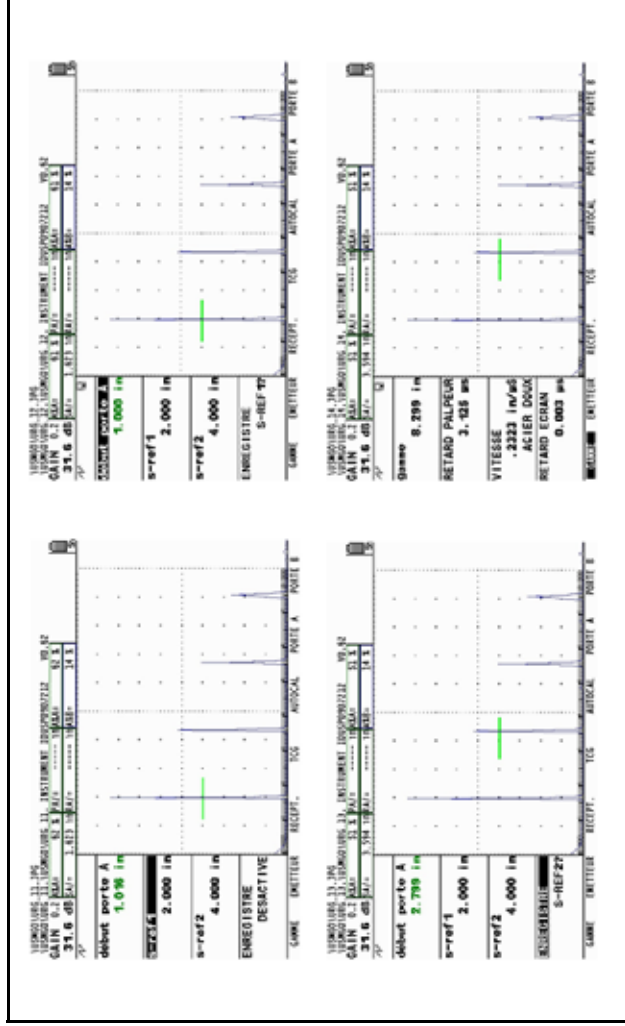

Figure 14: Procédure de calibrage automatique
Remarque : *Tout en suivant les instructions incluses dans cette section, référez-vous à Figure 14 en page 56.*
4. Appliquez le couplant et couplez le palpeur à l'étalon de calibrage **le plus fin**. Avec la fonction DÉBUT A mise en surbrillance, appuyez sur la Bouton de fonction ou déplacez le joystick () déplace le point de départ de la porte A jusqu'à ce que l'écho correspondant à l'épaisseur de l'étalon le plus fin se trouve dans la porte A (voir Figure 14 en page 56). Les ajustements grossiers s'effectuent par le biais de la fonctionnalité de Bouton de fonction, alors que les réglages fins se font à l'aide du joystick.
6. Appliquez le couplant et couplez le palpeur à l'étalon de calibre **le plus fin**. Utilisez le joystick () pour sélectionner la fonction intitulée **DÉBUT A**. Appuyez sur la Bouton de fonction ou déplacez le joystick () pour véhiculer le point de départ de la porte A jusqu'à ce que l'écho correspondant à l'épaisseur de l'étalon le plus fin se trouve dans la porte A (voir *Figure 14 en page 56*). Les ajustements grossiers s'effectuent par le biais de la fonctionnalité de Bouton de fonction, alors que les réglages fins se font à l'aide du joystick.